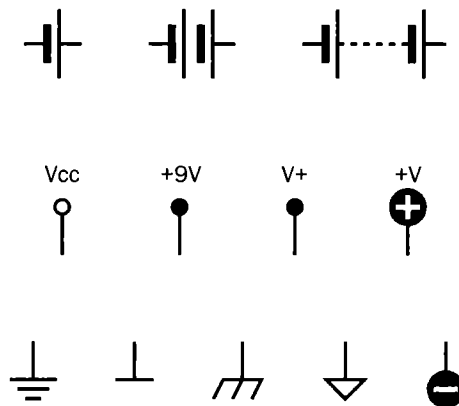

Рис. 2.39. Различные варианты обозначения источника питания постоянного тока
2. Источник питания. Источник питания постоянного тока может обозначаться на схемах различными способами. На рис. 2.39 вверху изображены условные обозначения гальванического элемента и батареи. Короткая линия обозначает отрицательный полюс, длинная — положительный. Традиционно одна пара линий обозначает один элемент на 1,5 В, две пары линий — элемент на 3 В и т. д. Но если в цепи присутствует источник высокого напряжения для электровакуумного прибора, составитель схемы обычно изображает пунктирную линию между элементами вместо нескольких десятков линий подряд.
Обозначение батареи чаще встречается на простых схемах, но обычно плюс и минус источника питания постоянного тока указывают отдельными символами, показанными в центре и внизу на рис. 2.39. Плюс указывают в одном месте схемы с помощью обозначения V_{CC} , V_{CC} , $V+$, $+V$ или $+V$ рядом с числом, которое обозначает напряжение. Изначально обозначение V_C относилось к напряжению на коллекторе транзистора. Обозначение V_{CC} — это напряжение питания для всей схемы, и теперь оно употребляется независимо от того, есть ли в схеме транзисторы. Многие люди произносят «вэ-цэ-цэ», не зная, откуда оно возникло.
Отрицательный полюс источника питания может быть обозначен любым символом, изображенным внизу на рис. 2.39. Он может называться «отрицательным заземлением» или попросту «заземлением». Поскольку многие компоненты могут быть совместно подключены к отрицательному потенциалу, вы можете встретить на схеме множество символов заземления. Это удобнее, чем рисовать линии, соединяющие все заземленные точки вместе.